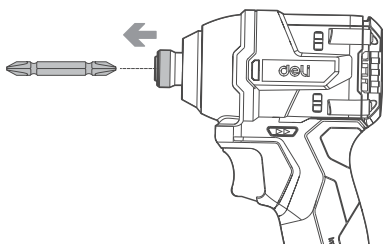

Figure B1
1. Lorsque vous installez l'embout, tirez la bague dans le sens de la flèche et insérez l'embout jusqu'à l'extrémité la plus interne de la bague. Relâchez ensuite la bague pour fixer l'embout. (Voir Figure B1)